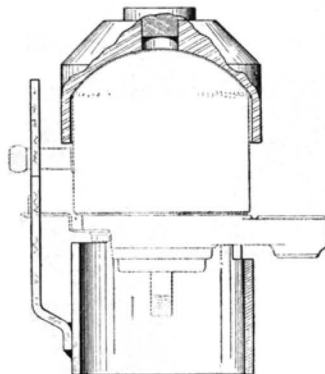

Fig. 38. — Emploi du montage 2287-T
- Graisser le roulement (graisse à roulements). Placer le joint torique (3), la rondelle d'appui (2) et le cache poussière (1).
- Placer le joint (6) dans la gorge du corps de pompe.
- Présenter le carter de pompe sur le corps (l'orientation du carter est donnée par le montage). Mettre le carter en place, à la presse, après avoir humidifié le corps de pompe de liquide Antar FH 6, et en utilisant le montage n° 2287-T. (fig. 38).